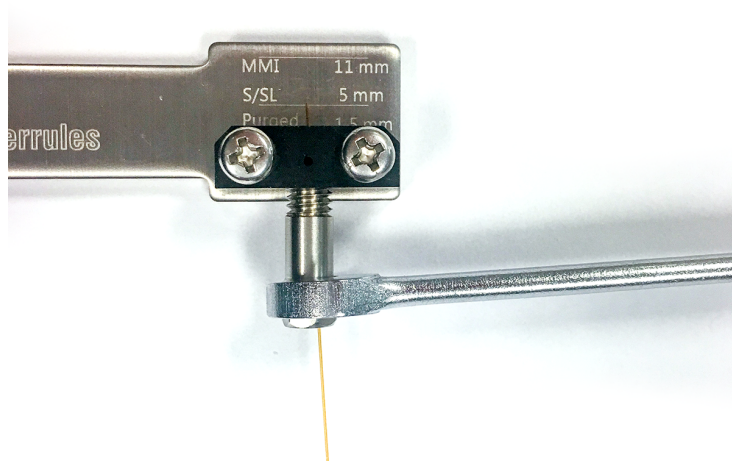

Figura 18. Apriete la tuerca de columna
- c. Compruebe si la férula se está agarrando a la columna. En caso afirmativo, pare. De lo contrario, siga apretando la tuerca interna en pequeños incrementos de 5 a 15 grados. Después de cada incremento, compruebe si la férula se está agarrando a la columna. Pare en cuanto se produzca el agarre. Consulte la Figura 18.